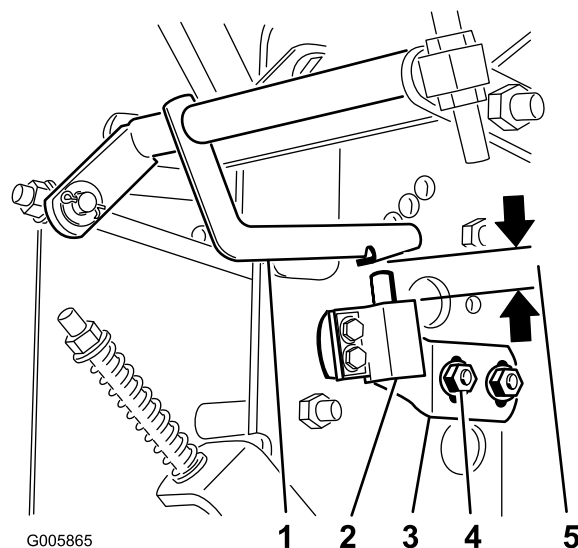

Figure 46
12. Lorsque le levier de changement de vitesse est au point mort, vérifiez que le contacteur de sécurité est enfoncé et qu'un espace de 3 à 6 mm (1/8 à 1/4") sépare la languette d'actionnement du contacteur de sécurité (Figure 46).
13. Pour ajuster la position du contacteur, desserrez les deux vis du support de point mort qui retiennent la plaque de contacteur au châssis (Figure 46).
14. Montez ou abaissez le contacteur de sorte à obtenir un écart de 3 à 6 mm (1/8 à 1/4") (Figure 46).
15. Serrez les deux vis du support de point mort qui retiennent la plaque de contacteur (Figure 46).